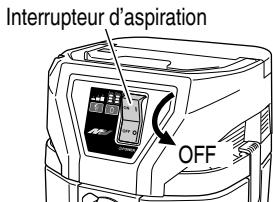

Fig. 8
1. Confirmez que l'interrupteur d'aspiration est sur OFF. (Fig. 8)